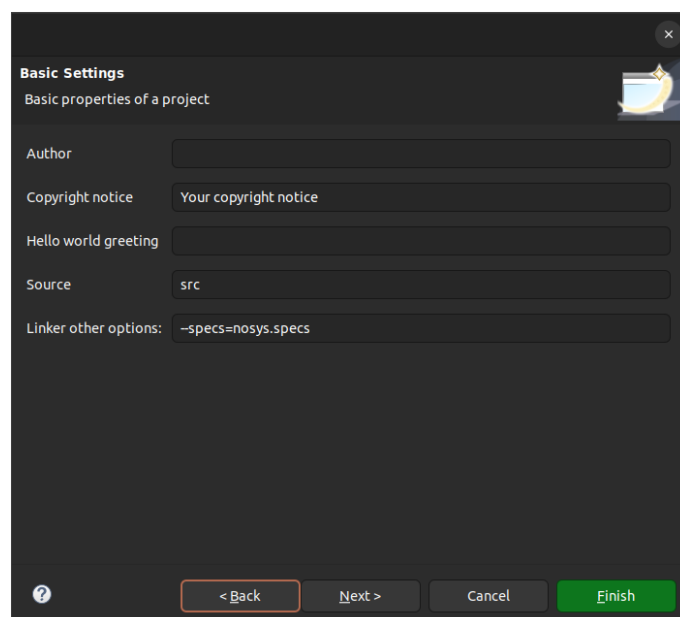

Рисунок 31. Свойства проекта
8. При необходимости изменить свойства проекта (Рисунок 31). Желательно поля «*Source*» и «*Linker other options*» оставить без изменения. Нажать «*Next*».